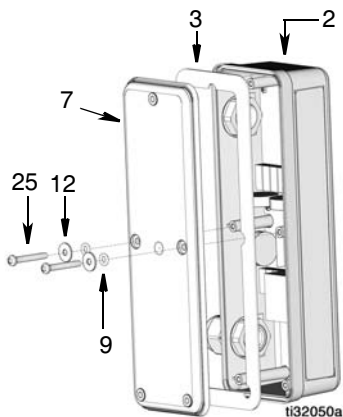

FIG. 38
7. Instale os dois O-Rings (9), arruelas (25) e parafusos (12) para fixar a tampa ao gabinete dos componentes eletrônicos do PAC (2) (FIG. 38).